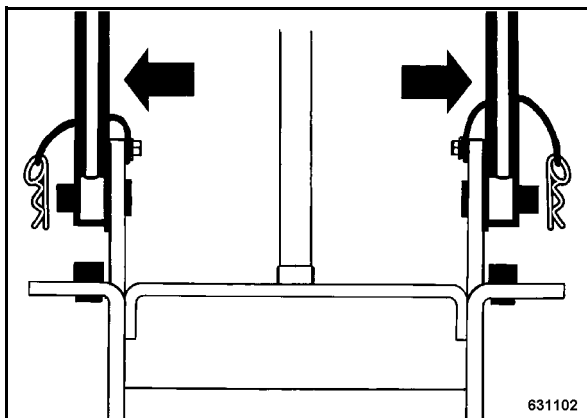

рис. 14
- Разжать направляющий бугель (рис. 14) и вставить в крепления.